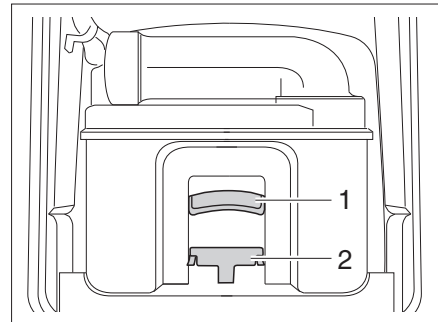

Fig. 355 Cassette Thetford
- Tirer l'étrier de fixation (Fig. 355,2) vers l'avant pour déverrouiller la cassette de toilette et extraire la cassette par la poignée (Fig. 355,1).